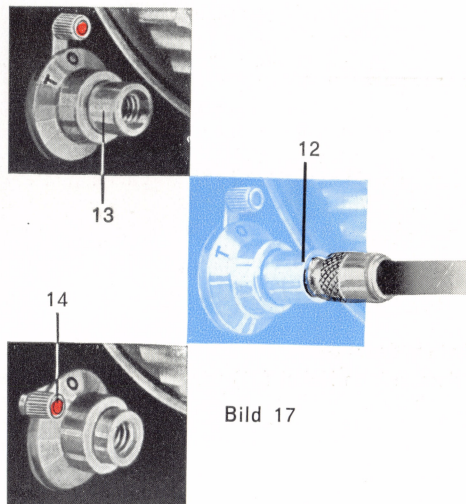

Bild 17
1. Sie haben die letzte Aufnahme belichtet und das Filmzählwerk (21) zeigt in seinem Fenster keine Zahl mehr an.
2. Die Zeitsperre steht auf "T" und der Auslöseknopf ist nicht in seine Ausgangslage zurückgesprungen, s. S. 19, Bild 17.